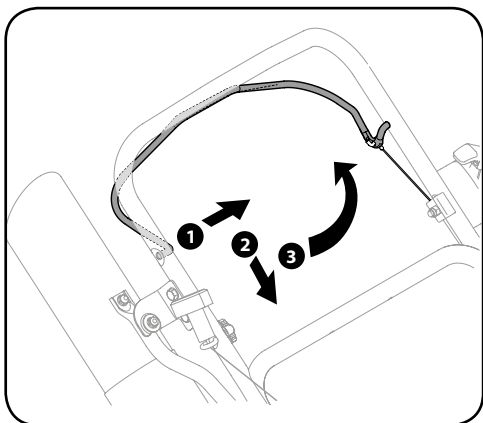

Рисунок 7-5
1. Выдавите правую часть регулятора из правого отверстия в верхней рукоятке. См. рисунок 7-5.
3. Поверните прямо вверх, чтобы вывести из левого отверстия в верхней рукоятке. См. рисунок 7-5.